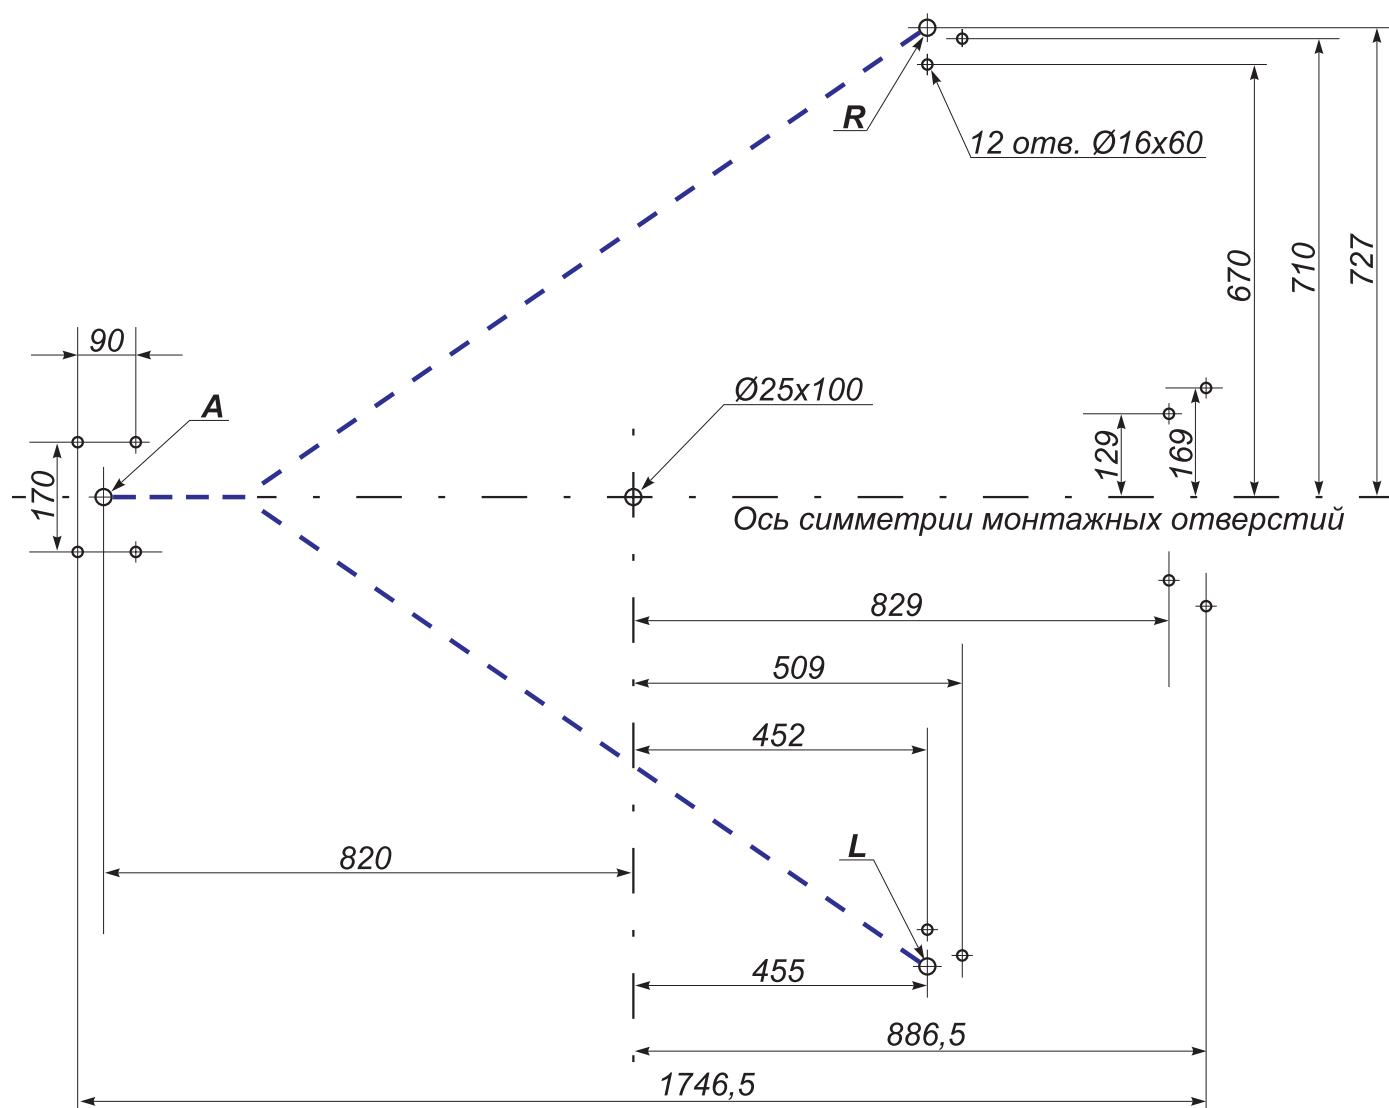

Рисунок 8 – Схема разметки для установки турникета:
8.2.6 Установите левую секцию формователя прохода (6) таким образом, чтобы опорная стойка секции с блоком индикации (9) располагалась над зоной *L* (рисунок 8). Совместите четыре отверстия во фланцах (8) секции с отверстиями в установочной поверхности. Закрепите секцию с помощью анкерных болтов, при этом усилие затяжки болтов должно быть предварительным, обеспечивающим возможность регулировки отклонения секции от вертикали. Подведите кабель индикации (10) и кабель считывателя (23)\* по кабельному каналу к зоне *A*.
8.2.7 Установите и закрепите правую секцию формователя прохода (7) таким образом, чтобы опорная стойка секции с блоком индикации располагалась над зоной *R* (рисунок 8). Подведите кабель индикации (11) и кабель считывателя (24)\* по кабельному каналу к зоне *A*.
8.2.10 Установите преграждающую стойку фланцем (4) на зону *A*, а нижний узел вращения (5) — на отверстие с анкером  $\varnothing 25$  мм (рисунок 8). Совместите четыре отверстия во фланце и одно отверстие в центре нижнего узла вращения с отверстиями в установочной поверхности. Закрепите преграждающую стойку с помощью анкерных болтов, при этом усилие затяжки болтов должно быть предварительным, обеспечивающим возможность регулировки её отклонения от вертикали.
8.2.22 Установите собранный ротор (1) (п. 8.2.18) с небольшим наклоном нижним концом в нижний узел вращения (5) в исходное положение, соответствующее выбранному варианту перекрытия створками зоны прохода в исходном состоянии турникета (А или Б, см. п. 5.2.12).
Для обеспечения возможности работы турникета в **бесшлюзовых режимах (вариант А исходного состояния турникета)** перекройте зону прохода **одной** створкой, расположив её параллельно оси симметрии монтажных отверстий (рисунок 8) в направлении к стыку секций (6) и (7) формователя прохода (рисунки 1 и 12,а).